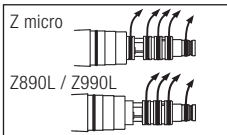

Fig. 37
- ❷ Enlevez chaque joint manuellement et avec précaution (Fig. 37).